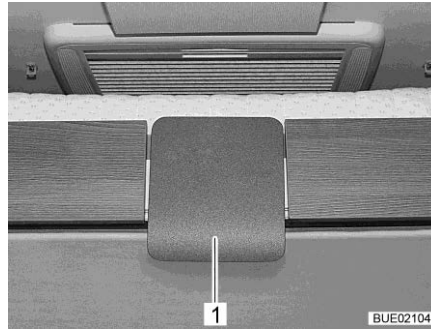

Fig. 138 Plaque de déverrouillage sur le lit escamotable (Ixeo I)
- Lit escamotable à cran : tirer en bas de la plaque de déverrouillage (Fig. 138,1) et tirer le lit escamotable jusqu'en butée vers le bas.